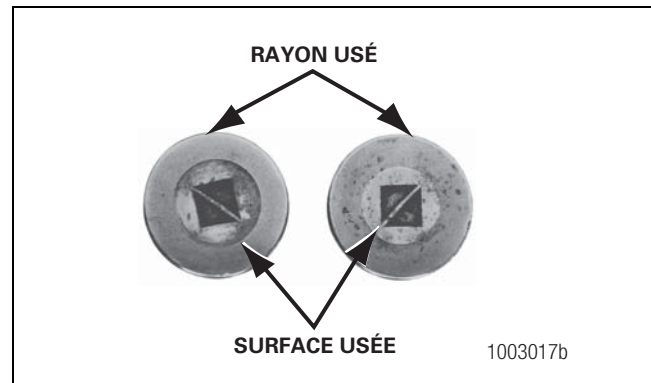

Figure 5.1
- Le rayon à l'extrémité du plus grand diamètre des rouleaux est usé et présente une arête vive. Figure 5.1.